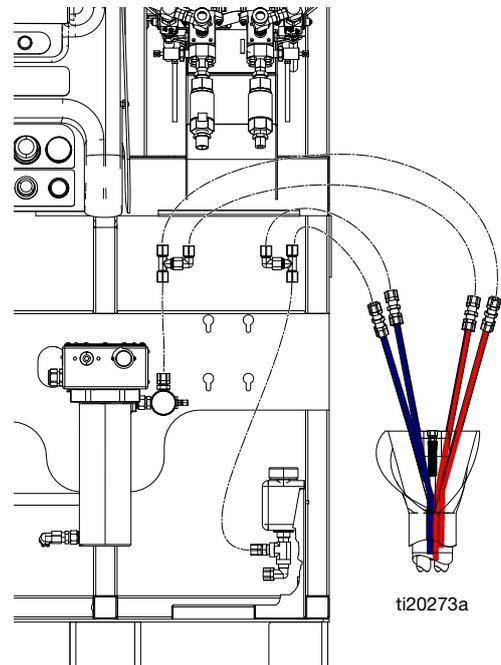

ABB. 21
3. Verbinden Sie die beiden roten Schläuche im Bündel mit dem T-Stück am roten Schlauch an der Vorderseite der Maschine. Wiederholen Sie den Vorgang für die blauen Schläuche. Siehe ABB. 21.